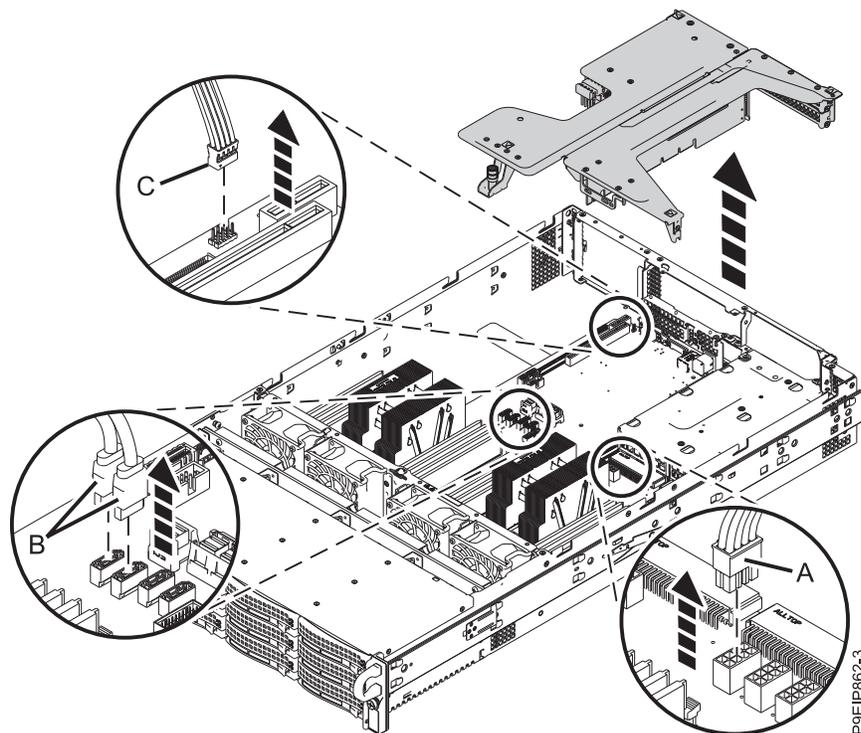

図 22. システム・バックプレーンからのドライブ信号ケーブルおよびドライブ電源ケーブルの切り離し
- a. 保持ピン (A) を引っ込めて、矢印がシステムを指すようにします。 また、システム内のライザー前方の近くに、ライザーをシステム・バックプレーンに固定しているつまみねじがある場合は、そのつまみねじを完全に緩めます。
4. ドライブ電源ケーブル (A) とドライブ信号ケーブル (B) および (C) にラベルを付け、位置をメモし、システム・バックプレーンから取り外します (図 22 を参照)。親指でコネクタのリリース・ラッチを押して、ケーブルを引き抜きます。